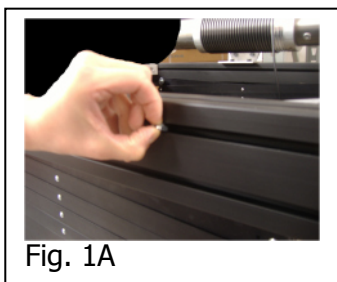
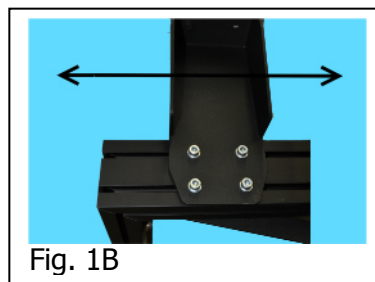

Fig. 1A
Fig. 1B
- Utilizzate le viti menzionate ai punti C, D, ed E del paragrafo precedente per ancorare le staffe di cui alla foto "B" sopra, al profilo superiore dell'elevatore; inserite il dado bombato nella scanalatura del profilo (Fig. 1A); unite la staffa al profilo tramite le viti, le rondelle ed i dadi bombati e spostate la staffa lungo il profilo in base alle necessità (Fig. 1B).